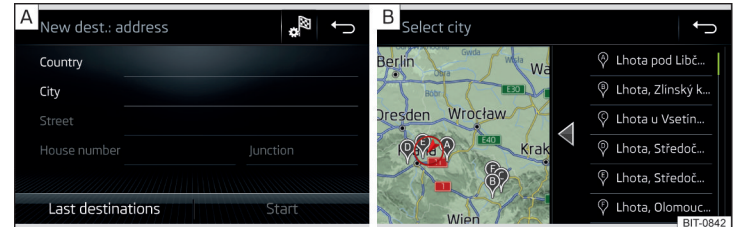

Abb. 218 Ziel über die Adresse eingeben: Hauptmenü / Liste der aufgesuchten Orte
- Die Zieladresse eingeben und anschließend bestätigen » Abb. 218 - **A**.
In Abhängigkeit von der Anzahl der aufgesuchten Orte kann automatisch eine Karte mit einer Liste der aufgesuchten Orte angezeigt werden » Abb. 218 - **B**.